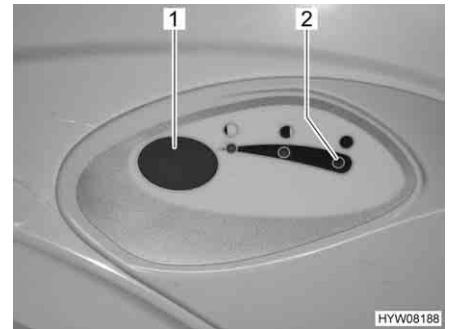

Bild 191 Spolknapp/kontrollampa Thetford-toalett
- För att spola, tryck på den blå spolknappen (Bild 191,1).
Kontrollampan (Bild 191,2) lyser när latrintanken måste tömmas.